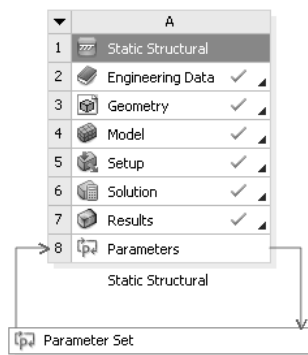

图 2.3.16 项目列表
(1) 定义完设计参数后，切换到主界面，此时的项目列表如图 2.3.16 所示，双击 **Parameter Set**，进入设计参数管理界面，可以在“Outline of All Parameters”窗口查看已经定义各个参数，如图 2.3.17 所示。